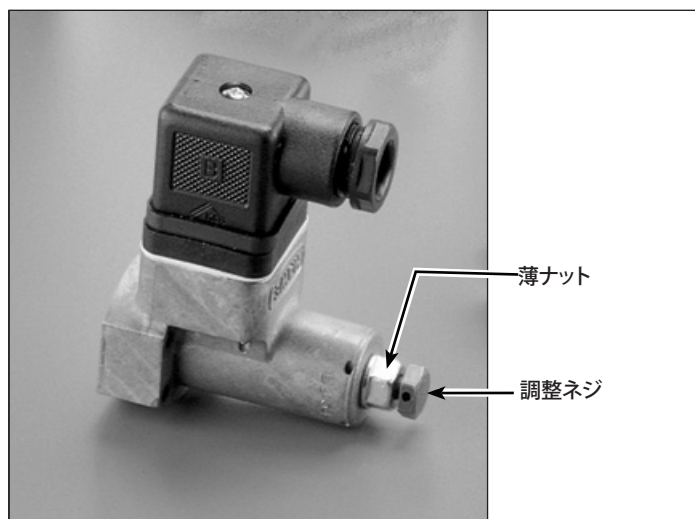

図10 圧力スイッチ
2. 10mmレンチを使用して、スイッチ調整ネジを時計方向に回して増圧、反時計方向に回して減圧します (図10参照)。